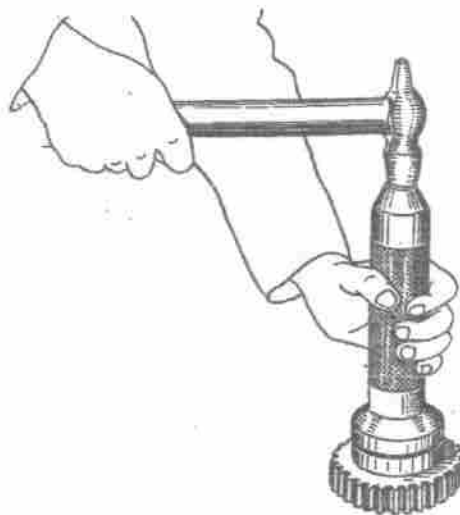

Bild 129. Aufpressen des Lagers auf die Antriebswelle der Hinterachse
1. Lager auf Welle bis zum Anschlag aufpressen (Bild 129).